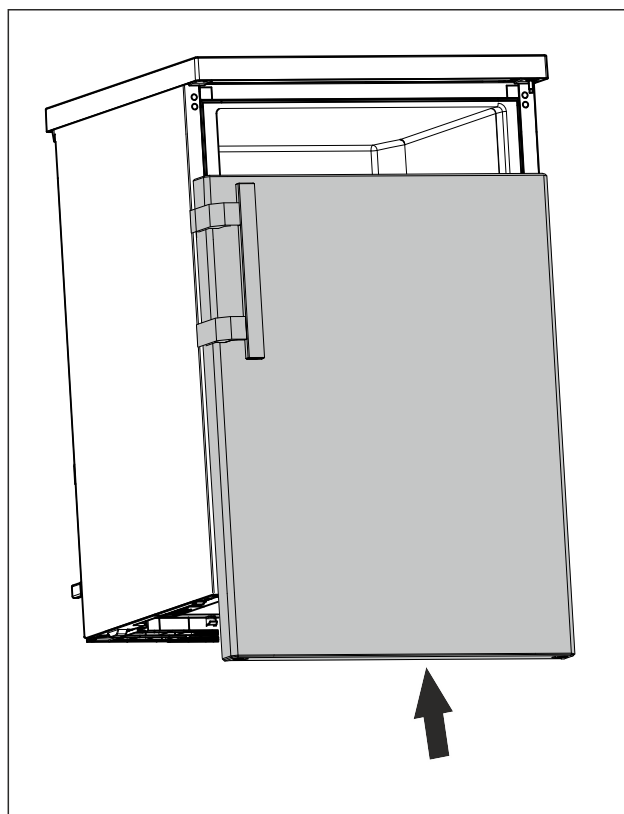

Fig. 24
- ▶ Zamknięte drzwi nasunąć na górny sworznień. (patrz Fig. 24)